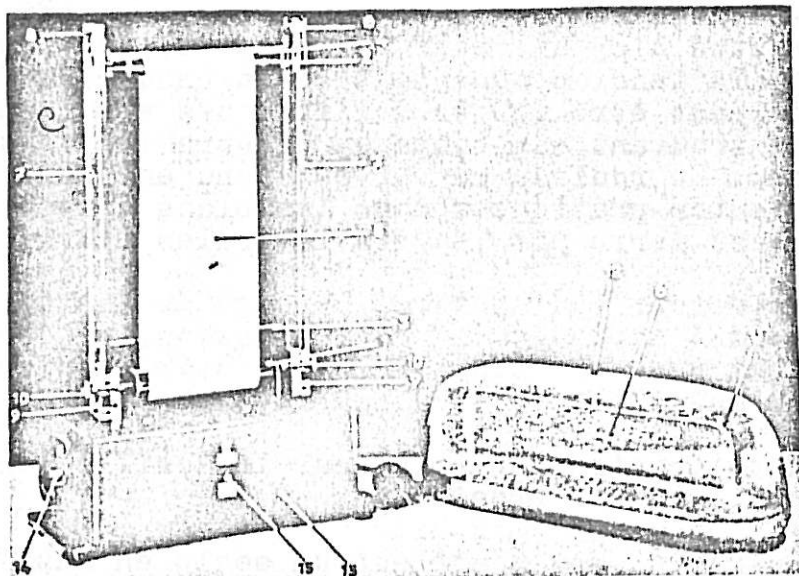

Fig. 2: Générateur avec son conducteur enlevé
La construction du générateur (fig. 2) est très simple et correspond largement au schéma de la figure 1. La partie électrique servant à produire la haute tension comporte le rouleau moteur chromé à reflets (1), le rouleau excitateur en plexiglas (2), le peigne inférieur (3), le peigne su-